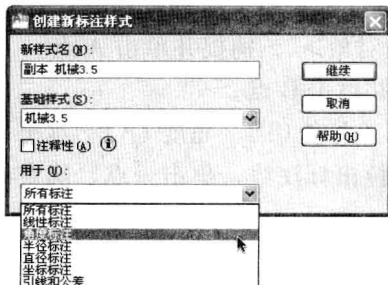

图 7-2-10
(9) 单击“新建”按钮，打开“创建新标注样式”对话框，在“用于”下拉列表中选择“角度标注”，如图7-2-10所示，即“角度标注”是“机械3.5”样式的子样式，目的是在使用“机械3.5”样式创建角度标注时自动使用这个“角度”子样式。